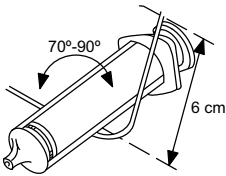

Abbildung 2. Biegen Sie den Mandrin
2. Wählen Sie einen Mandrin nach der Funktion und der bevorzugten Festigkeit. Falls gewünscht, können Sie den Mandrin mit einem sterilen Instrument mit glatter Oberfläche (z. B. einem 10-ml- oder 12-ml-Spritzenkolben) vorsichtig formen (Abbildung 2 Biegen Sie den Mandrin auf Seite 16).